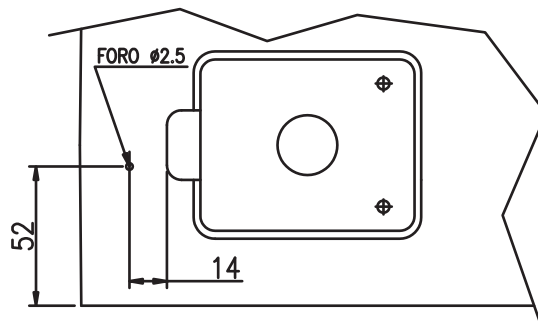

Fig.2/Abb2
- 4) Drill a 2.5 mm hole on the motor block in the position indicated in fig.2/Abb.2;
- 4) Sur le bloc moteur faire un trou de 2.5mm dans la position indiquée sur la fig.2.
- 4) En el bloque motor haga un taladro de diámetro 2,5mm en la posición indicada en la fig.2/Abb.2.